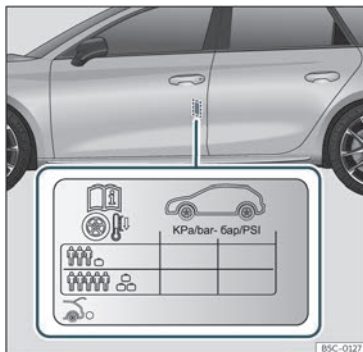

Fig. 223 Localização do autocolante da pressão de ar dos pneus.
- Adapte a pressão dos pneus à carga transportada pelo veículo »» **Fig. 223**.
Os valores da pressão de enchimento indicam-se na etiqueta autocolante situada na zona posterior da moldura da porta dianteira esquerda »» **Fig. 223**.
A pressão dos pneus tem de ser ajustada à carga momentânea do veículo. Se pretender utilizar o veículo com a carga máxima, terá de aumentar a pressão dos pneus para o valor máximo indicado na etiqueta »» **Fig. 223**.
a 4,2 bar de pressão segundo indicado na etiqueta de pressão dos pneus »» **Fig. 223**.
- O condutor é responsável por garantir que todos os pneus do veículo estejam cheios com a pressão correta. A pressão de ar recomendada está indicada num autocolante >>> Fig. 223.
- Com os pneus a frio, deve manter-se sempre a pressão indicada no autocolante >>> Fig. 223.